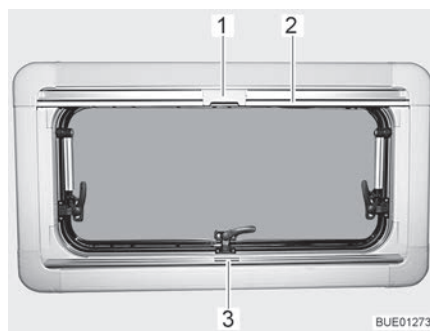
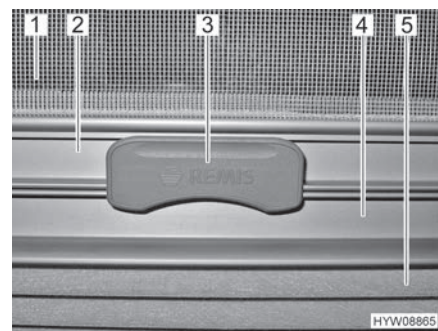

Fig. 34 Fenêtre projetante
Fig. 35 Cran
Le dispositif occultant plissé (Fig. 35,5) se trouve dans le caisson du bas.
- Saisir le dispositif occultant plissé par le centre de la barre-poignée (Fig. 34,3 et Fig. 35,4), le tirer du bas vers le haut et le relâcher à la hauteur voulue. Le dispositif occultant plissé reste alors à cette hauteur.
Moustiquaire La moustiquaire (Fig. 35,1) se trouve dans le caisson du haut.
- Tirer la moustiquaire par la barre-poignée (Fig. 34,2 et Fig. 35,2) vers le bas jusqu'à ce qu'elle entre en contact avec celle du dispositif occultant plissé (Fig. 35,4).
- Verrouiller le cran (Fig. 34,1 et Fig. 35,3) de la moustiquaire avec la barre-poignée du dispositif occultant plissé. Quand le cran est verrouillé, le dispositif occultant plissé et la moustiquaire peuvent être réglés en même temps.
- Presser le cran (Fig. 35,3) en haut de la moustiquaire.
- Ramener lentement la moustiquaire en arrière au moyen de la barre-poignée (Fig. 34,2).